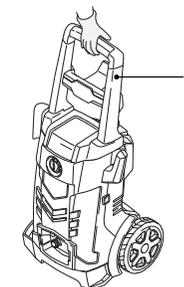

Fig. 45
3. Portez toujours l'appareil en le tenant par sa poignée (2) (Fig. 45).